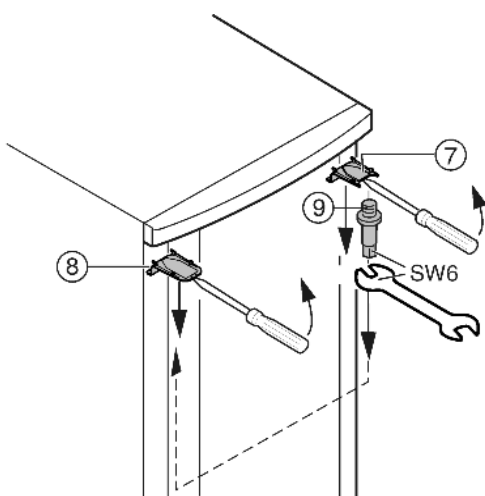

Fig. 6
- ▶ Faire décliqueter le cache Fig. 6 (7) en haut et le cache Fig. 6 (8) avec un tournevis devant et l'enlever diagonalement vers le bas.
- ▶ Dévisser le pivot d'appui Fig. 6 (9) et le visser du côté opposé (**avec 4 Nm**).
- ▶ Remonter le cache Fig. 6 (7) du côté du pivot d'appui : l'insérer par l'arrière et l'encliqueter sur l'avant.
- ▶ Monter le cache Fig. 6 (8) sur le côté opposé: l'insérer par l'arrière et l'encliqueter sur l'avant.
- ▶ Accrocher la porte dans le pivot d'appui Fig. 6 (9) supérieur.